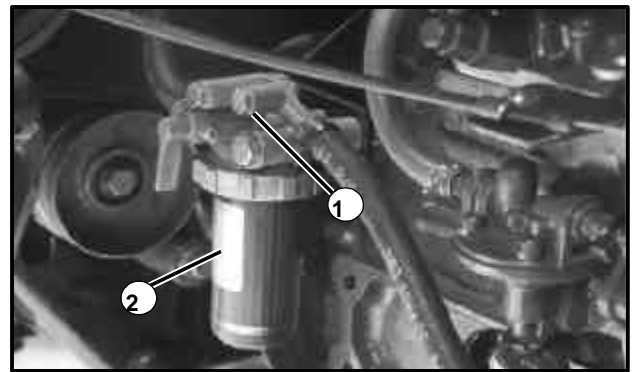

Abbildung 25
Sekundäres Kraftstofffilterelement (Siehe Abb. 25)
2. Öffnen Sie die Entlüftungsöffnung an der Oberseite des Kraftstofffilters (Siehe Abb. 25).